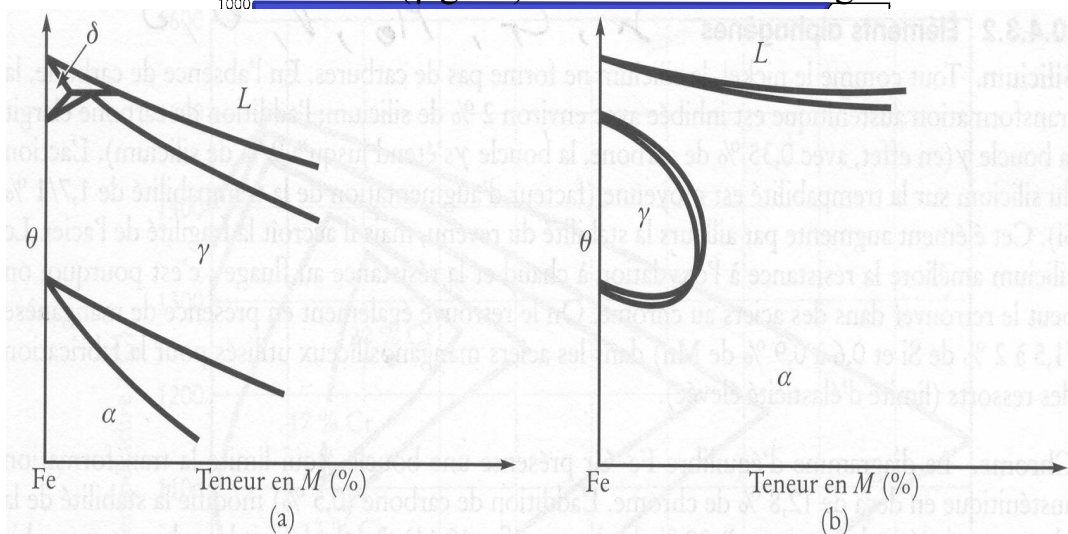

Figure 10.10 Influence des éléments d'alliage sur l'étendue des domaines α et γ du fer :
- Éléments γ -gènes : Mn, Ni. (*Voir Fig 10.10 p. 487*)